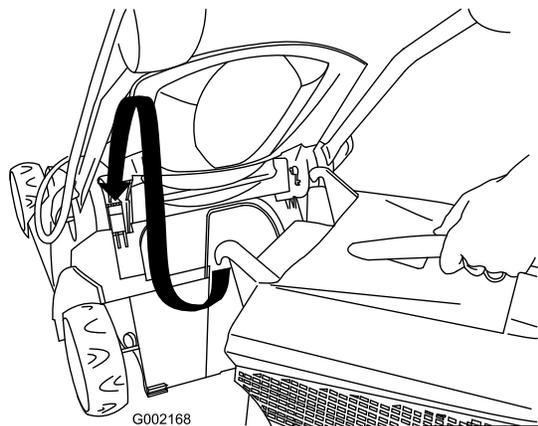

Figure 20
1. Soulevez le volet arrière et montez le bac à herbe sur la tondeuse (Figure 20).